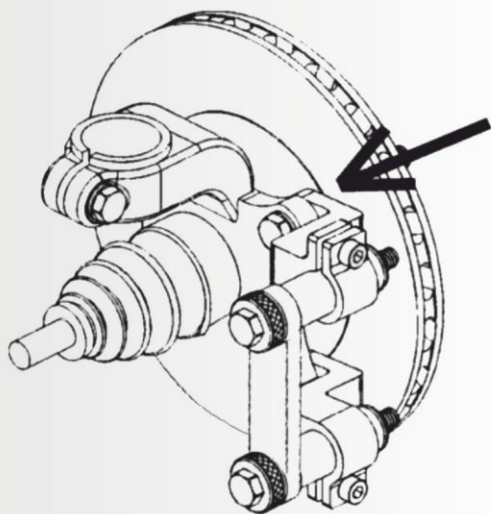

Рисунок 12
2. Используйте красный крепежный адаптер, если отверстия для крепления суппорта не имеют резьбы (см. рис.12).
- a. Изгиб должен оказаться прямо напротив привода (см. рис.12).